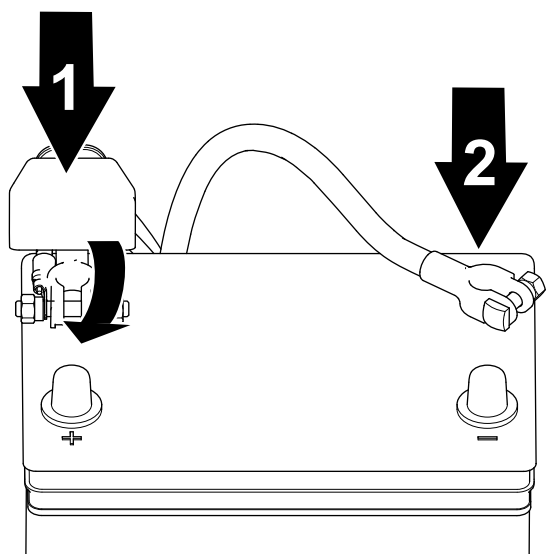

Figure 47
1. Branchez le câble positif à la batterie et serrez l'écrou de collier de la batterie (Figure 47).
2. Branchez le câble négatif à la batterie et serrez l'écrou de collier de la batterie (Figure 47).